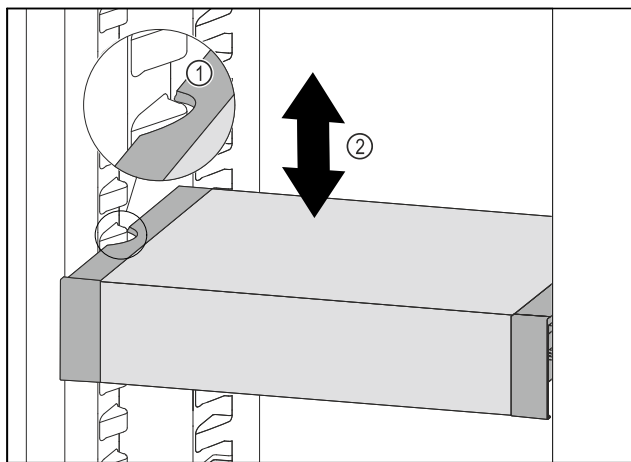

Fig. 98
- ▶ Táhněte VarioSafe dopředu, dokud nebudou boční vybrání VarioSafe na úrovni žebrování na nádoby v chladniče. Fig. 98 (1)
- ▶ Posouvejte VarioSafe v chladniče nahoru nebo dolů, dokud nedosáhnete požadované výšky. Fig. 98 (2)